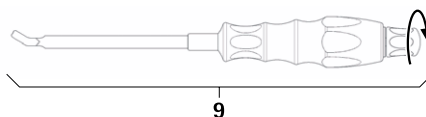

Fig. 14
- Monter l'instrument de pose de tige **9**, voir Fig. 14.